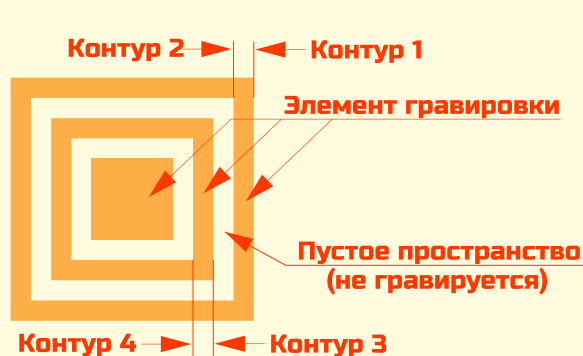

РИС. 1
8. При разработке дизайна следует учитывать, что элементом гравировки является пространство между двумя замкнутыми контурами ( см. рис. 1.)